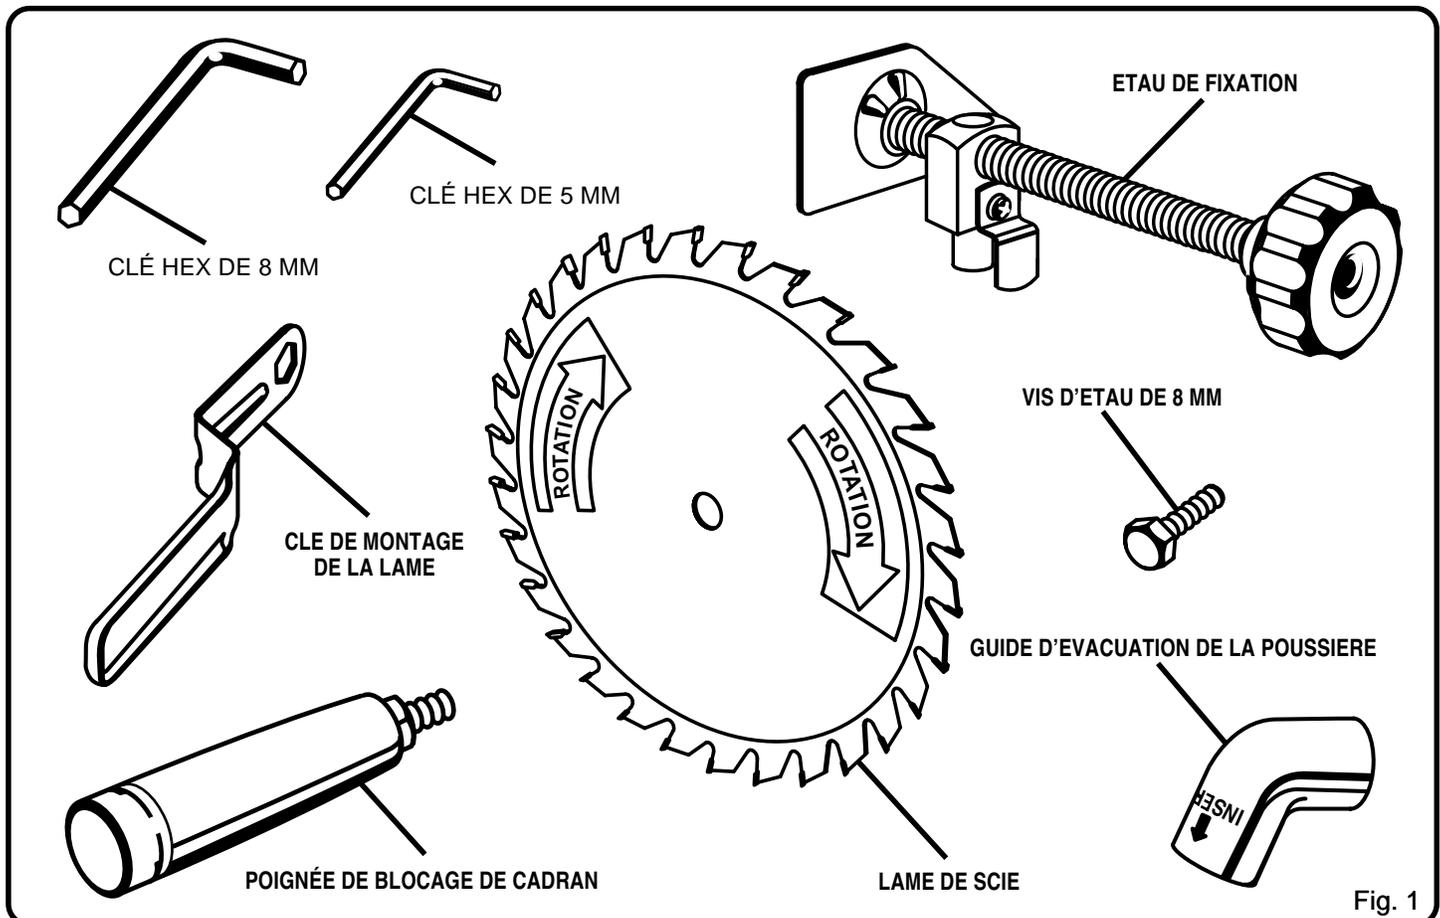

Fig. 1
- Enlevez du carton toutes les pièces libres. Vérifiez qu'elles correspondent à la liste des Pièces libres. Voir la Figure 1.